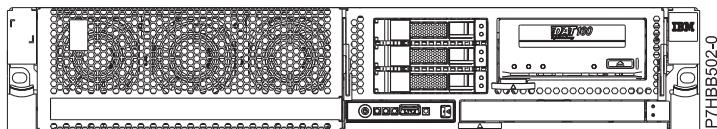
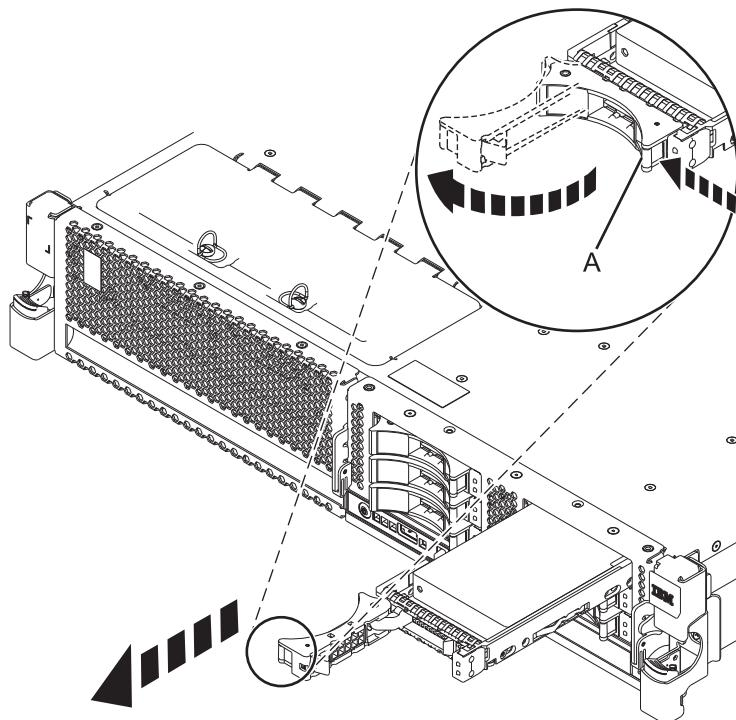

図2. 磁気テープ付きディスク・ドライブ・バックプレーン
図3. バックプレーンからのディスク・ドライブの取り外し
- ディスク・ドライブ・ハンドル (A) をロック解除して、手前に引き、ディスク・ドライブを外します。
- ディスク・ドライブの下に片手を添えて、図 3 に示すようにドライブをシステムから注意深く引き出します。
11. ラッチ (A) を押し込んでから引き、メディア・デバイスをシステムからスライドさせて取り外します。ご使用のシステムの構成に応じて、図 2 または図 3 を参照してください。